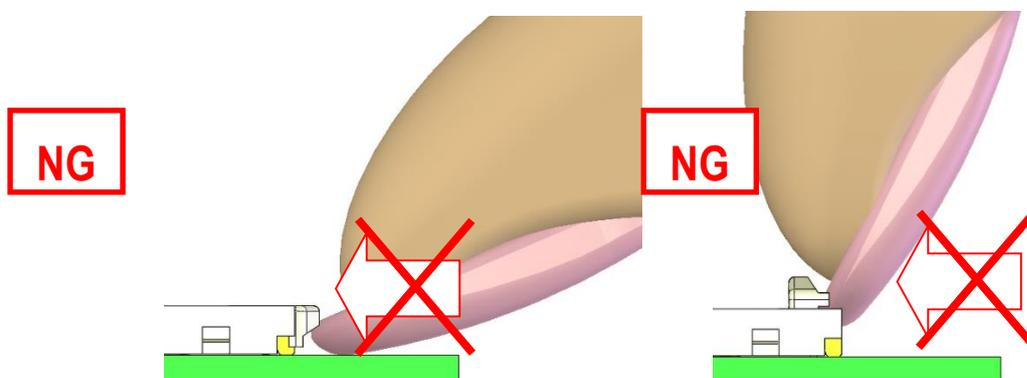

図 13 アクチュエータの解除方法 (NG)
- ② PLUG の両端を図 13 の様に基板と平行に引っ張り、抜去を行う。